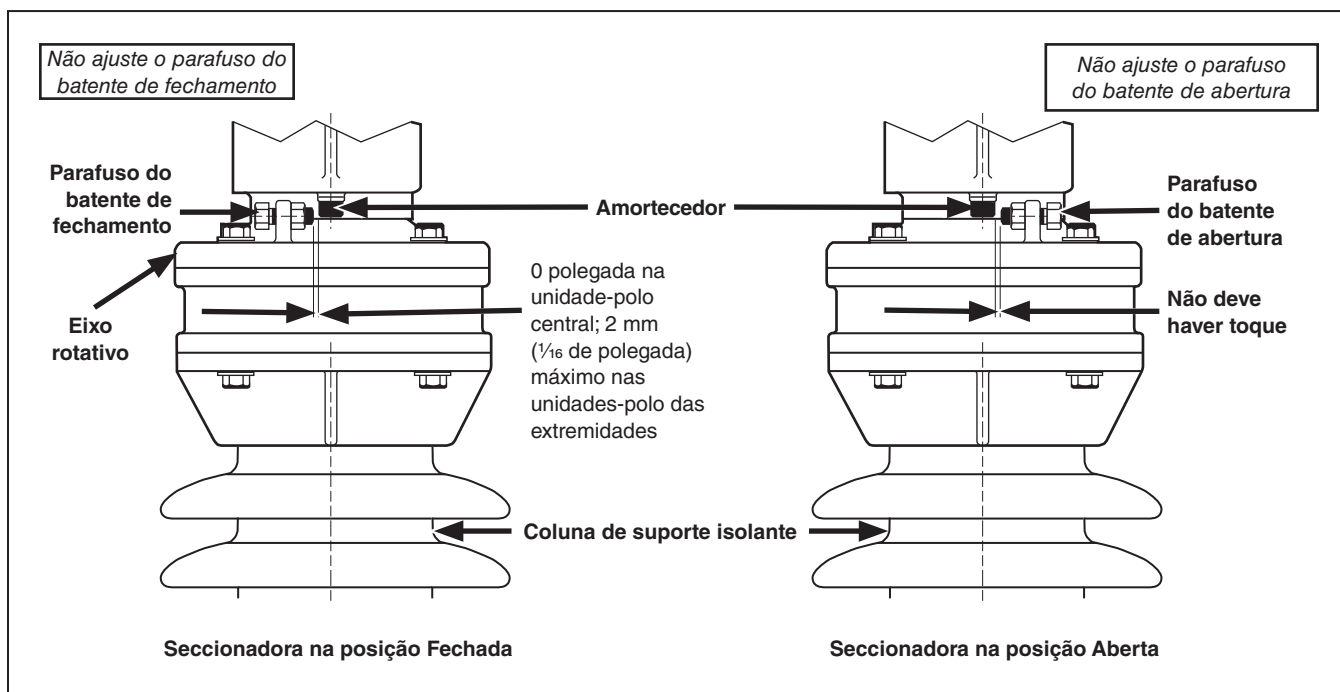

Figura 18. Vãos nos batentes de abertura de fechamento e de parada.
Para cada unidade-polo das extremidades, verifique na coluna de suporte isolante se o vão entre o parafuso de parada do eixo rotativo e o amortecedor é igual ou menor que 2 mm ($\frac{1}{16}$ de polegada). Ver Figura 18 (à esquerda). (Na coluna de suporte isolante da unidade-polo central, o parafuso de parada do eixo rotativo deve tocar o amortecedor).
Neste ponto, verifique na coluna de suporte isolante de cada unidade-polo se o parafuso do batente de parada de abertura do eixo rotativo não toca no amortecedor. Ver Figura 18 na página 24 (à direita).
PASSO 7. Na coluna de suporte isolante da unidade-polo central, verifique se o parafuso de parada de fechamento do eixo rotativo toca o amortecedor. Ver a imagem à esquerda na Figura 18 na página 24.
PASSO 8. Em cada coluna de suporte isolante das unidades-polo externas, verifique se o vão entre o parafuso de parada de fechamento do eixo rotativo e o amortecedor não excede a 2 mm ($\frac{1}{16}$ de polegada). Ver a imagem à esquerda na Figura 18 na página 24.